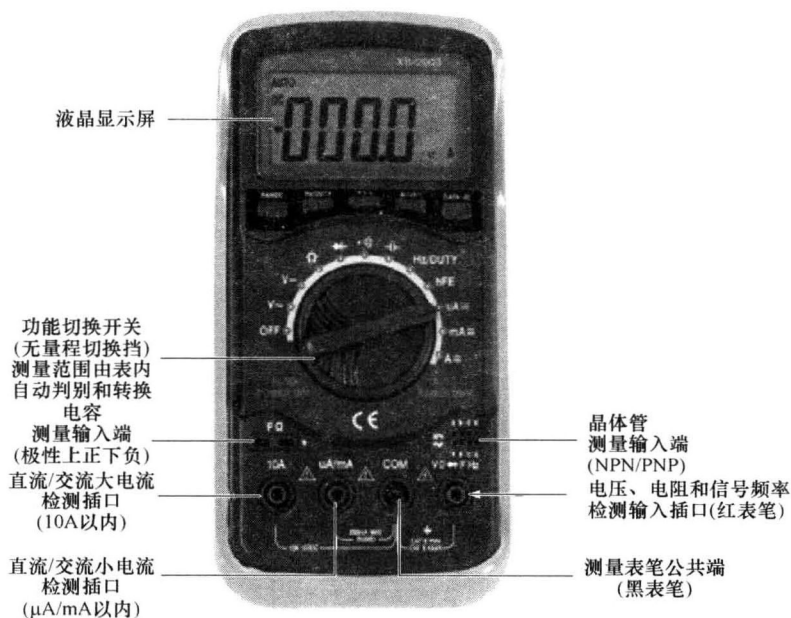

图 1-10 具有自动量程选择功能的数字式万用表
② 具有自动量程选择功能的数字式万用表。如图 1-10 所示,这种万用表可简化操作,其功能旋钮部分无量程切换挡,测量范围由表内自动判别和转换,能够有效地避免过载并能使万用表处于最佳量程,从而提高了测量效率,但是其价格较高。